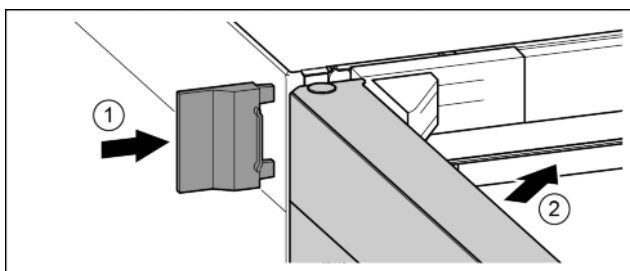

Fig. 26
- ▶ Wsunąć zewnętrzną osłonę. Fig. 26 (1)
- ▶ Zamknąć górne drzwi. Fig. 26 (2)